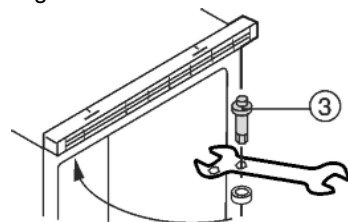

Fig. 3
▶ Dévisser l'axe de charnière supérieur Fig. 3 (3) et le revisser de l'autre côté avec un couple de serrage de 4 Nm.
► Accrocher la porte sur l'axe de charnière *Fig. 3 (3)* du dessus et la fermer.